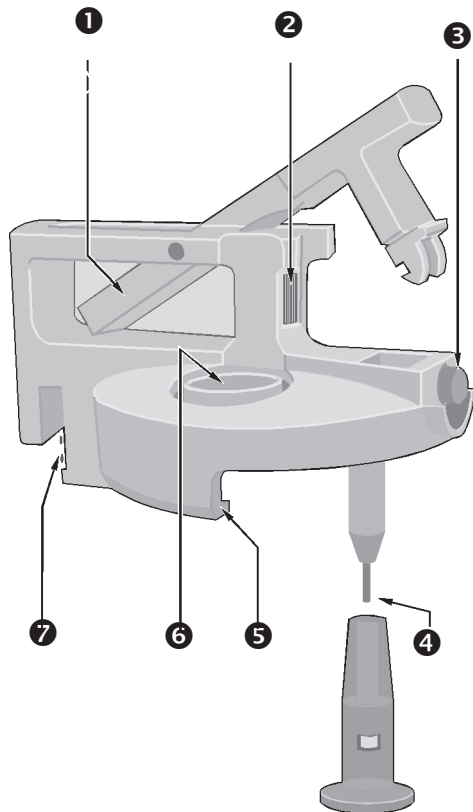
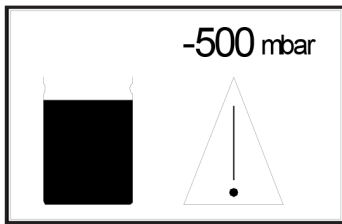

Bild 3. Verschlusssystem
Bild 13. Anzeige bei Behälter voll
Das Verschlusssystem muss den Sekretbehälter dicht abschließen, damit sich das gewünschte Vakuum im Sekretbehälter aufbauen kann. Bild 3 zeigt das Verschlusssystem mit geöffnetem Verschlussbügel.
- Durch Drehung der Rändelschraube (❷, Bild 3) kann die Spannung des Verschlusssystems verändert werden.
Der ATMOS S 351 Natal hat eine elektronische Füllstandskontrolle, die im VE-Modus das Verhalten des Aggregats nicht beeinflusst. Das Vakuum wird nicht abgebaut. In regelmäßigen Abständen erscheint die Warnmeldung für Behälter voll (Bild 13). Im Absaug-Modus wird das Aggregat bei Erreichen des maximalen Füllstands abgeschaltet. Es ertönt ein akustisches Signal und es folgt die Anzeige *Behälter voll*  (Bild 13). Der maximale Füllstand ist erreicht, wenn der Flüssigkeitsspiegel den Sensor (④, Bild 3, Seite 11) im Verschlussystem berührt. Bei sehr starker Schaumbildung sollten Sie den beiliegenden Schaumschutz über die Sonde stecken, damit das Aggregat nicht vorzeitig abschaltet. Sobald der Sensor keinen Kontakt mehr mit der Flüssigkeit hat (z.B. beim Umsetzen des Doppelstecknippels), schaltet das Aggregat wieder ein.